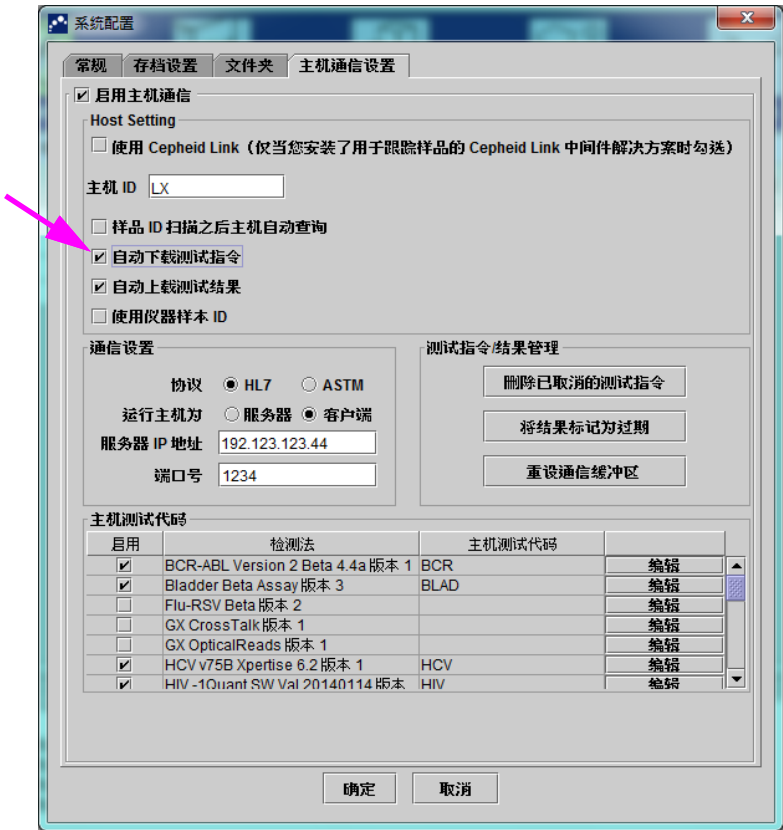

图 5-93. 选定“自动下载测试指令”
1. 在“系统配置”对话框的**主机通信设置**选项卡中，单击**自动下载测试指令**复选框选择并启用此功能。参见图 5-93。